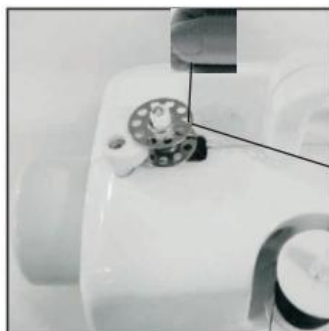

Fig. 14
4. Pomaknite špulicu ulijevo (Fig. 14)